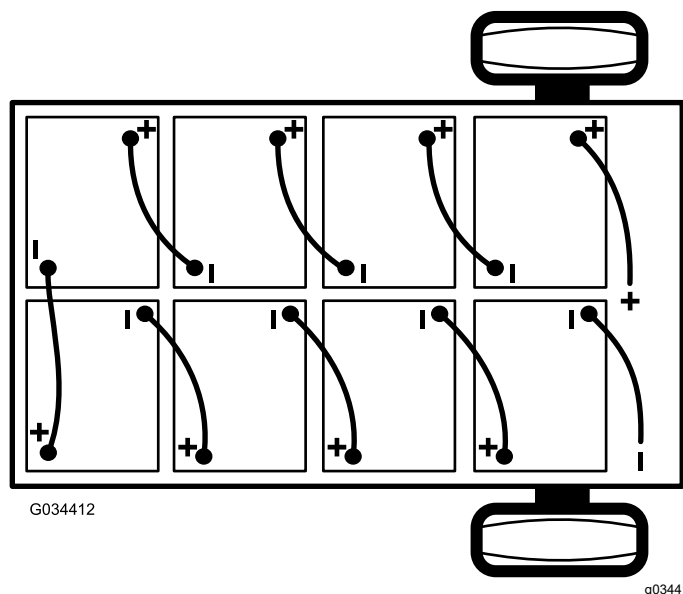

Рисунок 41
2. Отсоедините главный отрицательный кабель аккумулятора (черный), который соединяет блок аккумуляторов с точкой заземления автомобиля (Рисунок 41).
3. Отсоедините главный положительный кабель аккумулятора (красный), который соединяет блок аккумуляторов с главным контактором автомобиля (Рисунок 41).
**Примечание:** При установке аккумуляторов обращайте внимание на их полярность (Рисунок 41).
- Соедините аккумуляторы между собой, как показано на Рисунок 41, с помощью промежуточных соединительных кабелей, снятых при выполнении пункта 1.
- Подсоедините главный положительный кабель аккумулятора (красный) между блоком аккумуляторов и автомобилем (Рисунок 41).
- Подсоедините главный отрицательный кабель аккумулятора (черный) между блоком аккумуляторов и автомобилем (Рисунок 41).